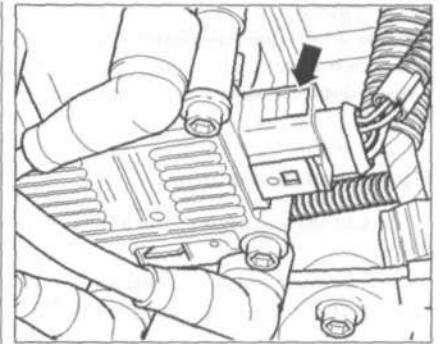

Рис. 4.46. Отсоедините четырехконтактный разъем проводки от катушки зажигания
1. Отсоедините четырехконтактный разъем проводки от катушки зажигания (**стрелка**) (рис. 4.46).